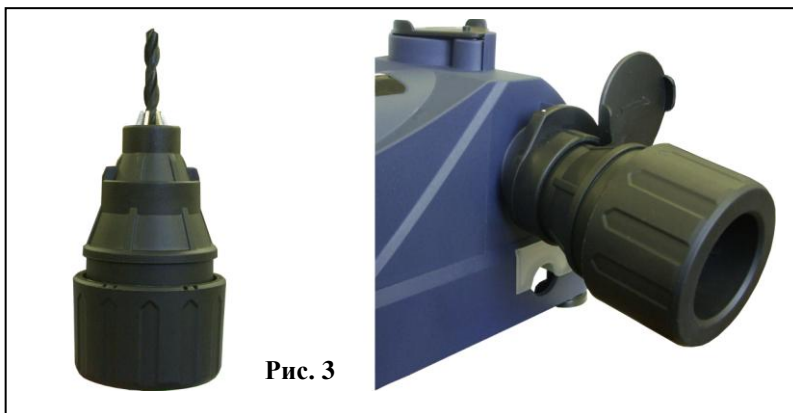

Рис. 3
6.5.2.2. Включите машину и вставьте по направляющим патрон с зажатым и отцентрированным сверлом в гнездо для заточки режущих кромок сверла (рис.3).